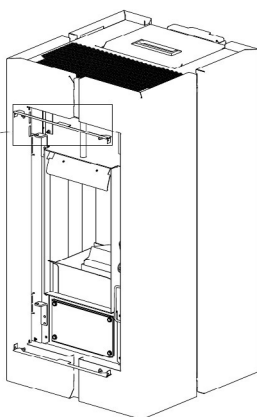

Fig. 30 - De zijpanelen losmaken
- De voorste zijpanelen losmaken (zie Fig. 30 op pag. 21).